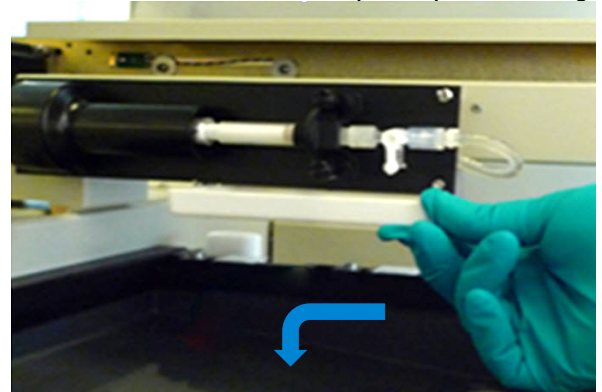

Figura 10.
**Nota:** per eseguire il priming del rubinetto (quando necessario), inclinare il vassoio per siringhe spingendolo contro la siringa e verso il basso. Il vassoio si inclina all'indietro in posizione orizzontale, per azione della molla, e si blocca con uno scatto in questa posizione. Figura 10